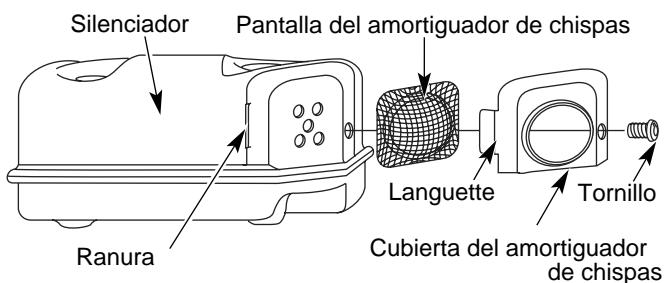

Fig. 41
2. Con un destornillador de vtstago plano o broca Torx T20, saque el tornillo que conecta la cubierta del amortiguador de chispas al silenciador (Fig. 41).